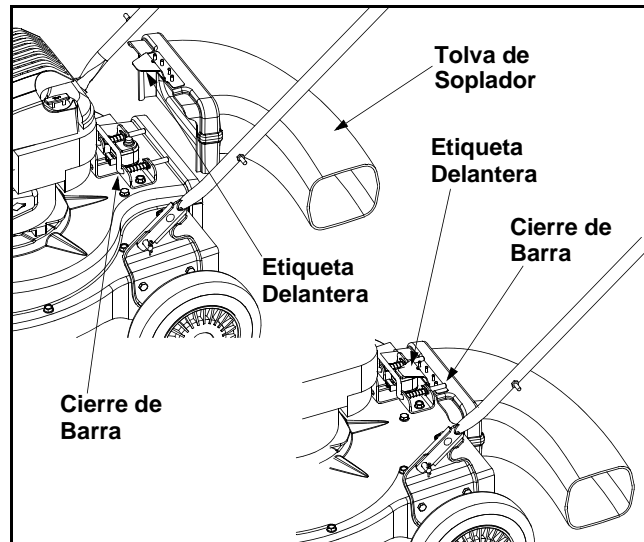

Figura 6
- Asir el tubo de soplado con una mano y, con la otra mano, tirar de la varilla de fijación en la escuadra de montaje hacia el motor. Use el final de soporte de montaje como el apalancamiento deslizando la barra que se cierra. Ver la Figura 6.
hacia el motor con la otra mano para soltarlo. Consulte Figura 6.